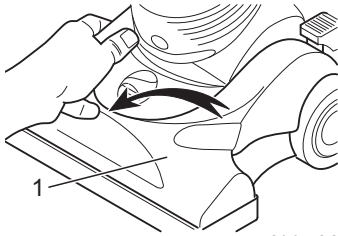

Abb. 28
7. Entfernen Sie vorsichtig die Bürstenfußabdeckung (Abb. 28/1).
15. Montieren Sie die Bürstenfußabdeckung (Abb. 28/1).
17. Befestigen Sie die 5 Befestigungsschrauben der Bürstenfußabdeckung (Abb. 28/1).